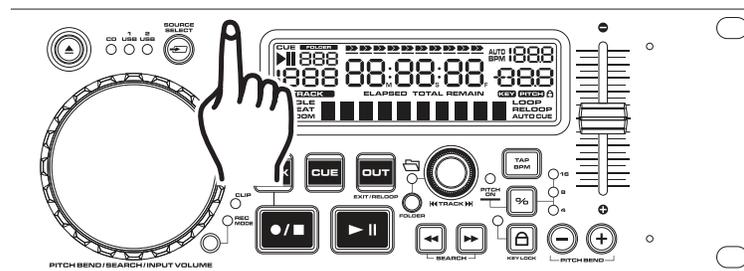

Figura 13
12. MODIFICA VISUALIZZAZIONE DEL TEMPO (29)/BARRA DEL TEMPO (30):
È possibile visualizzare il tempo in tre modi diversi: Total remain, Remain ed Elapsed. Premendo il pulsante TIME (5) durante la normale riproduzione, come mostrato in figura 13, cambiano le informazioni sui tempi visualizzate (29) nel display LCD. Di seguito una descrizione dettagliata delle impostazioni di tempo e loro definizioni:
- 1) TOTAL REMAIN (37) - Indica sul display LCD il tempo totale rimanente del CD in esecuzione..
- 2) REMAIN (37) - Indica sul display LCD il tempo di esecuzione rimanente della traccia.